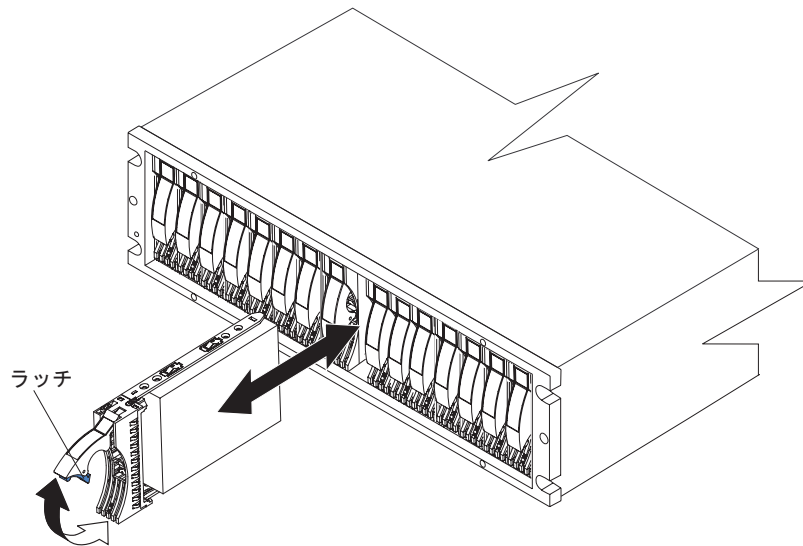

図 22. E-DDM の再取り付け
1. 図 22 に示すように、ハンドルを持ち上げて、トレイ・ハンドルのちょうつがいがストレージ・サブシステム・ベゼルの下のラッチに掛かるまで、E-DDM CRU を注意深く空のベイに押し込みます。